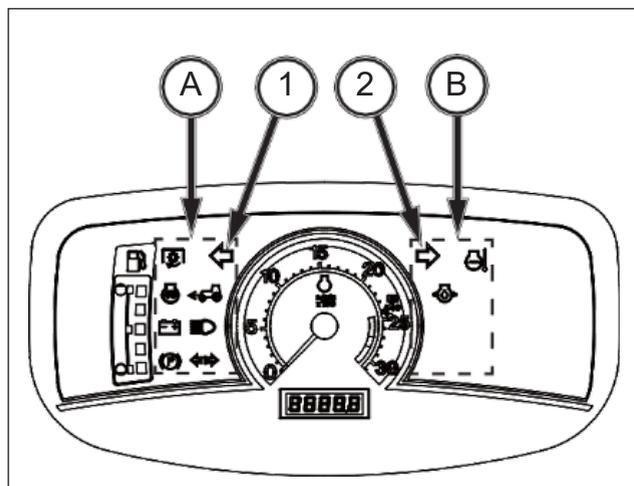

FIG. 36
FIG. 36: La fila de indicadores de la izquierda (A) y de la derecha (B) tiene varios indicadores de control de ciertas funciones. Las lámparas son las siguientes: